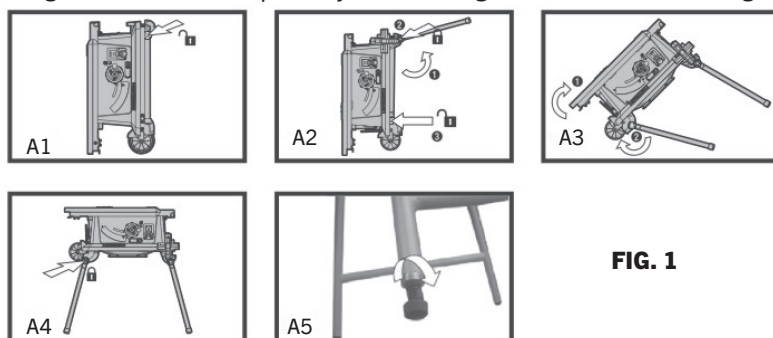

FIG. 1
- Commencez par placer la scie sur ses roues (A1). Déverrouillez les pattes du haut et faites-les pivoter vers le haut, puis verrouillez-les (A2). Déverrouillez ensuite les pieds du bas (voir Fig. 1).
- Soulevez la table par l'extrémité (A3) pour permettre au pied inférieur de pivoter. Tournez le pied complètement en position et verrouillez-le (A4) (voir Fig. 1).
- La scie est munie d'un pied à ressort réglable (Fig. A5). Tournez-le dans le sens des aiguilles d'une montre ou dans le sens inverse des aiguilles d'une montre pour l'ajuster à la longueur désirée (A5) (voir Fig. 1).